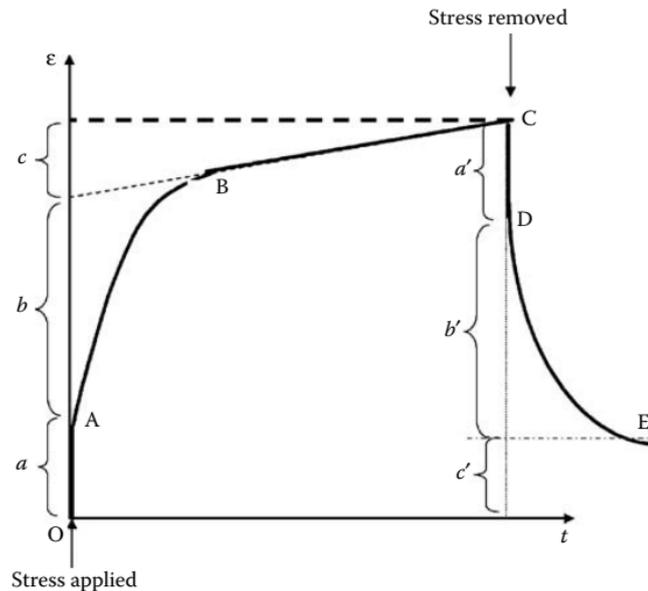

Figura 7 - Representação esquemática para uma curva de fluência.
5. Explique o comportamento observado na curva de fluência (Figura 7) do ponto O à E, de acordo com as regiões indicadas. Associe cada uma ao seu respectivo modelo mecânico.